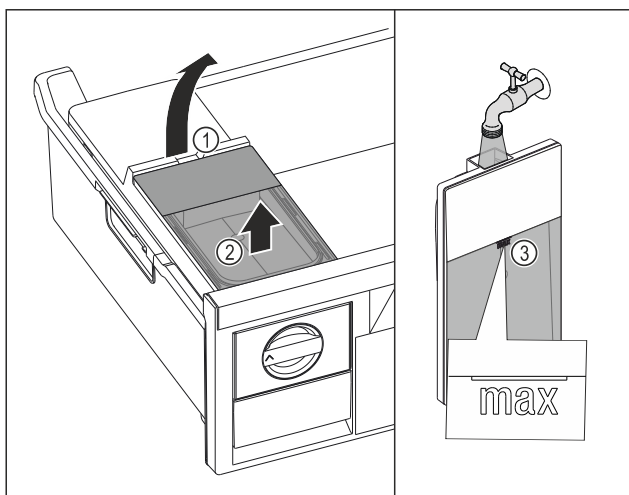

Fig. 121
- ▶ Поднимите бак для воды за выемку Fig. 121 (1).
- ▶ Извлеките бак для воды движением вверх. Fig. 121 (2)
- ▶ Наполните бак для воды питьевой водой до отметки Fig. 121 (3).